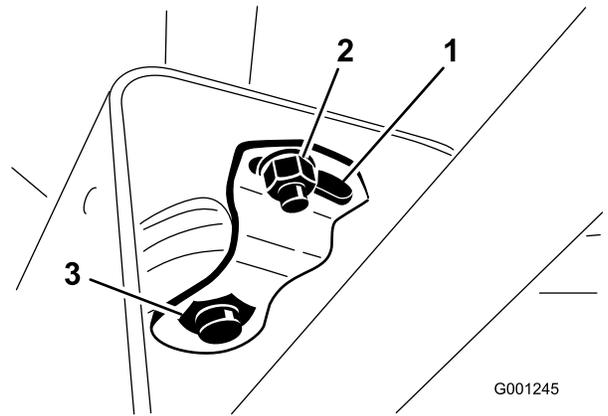

図 30
2. カバーを上へスライドさせてピボットブラケットを露出させる 図 30。
3. 小さいナットをゆるめ、ピボットブラケットの下の大きいナットが締まるまでピボットブラケットを回す 図 30。